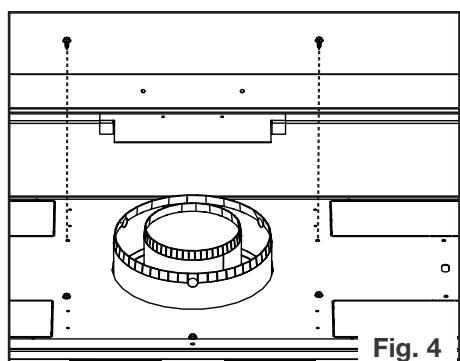

Fig. 4
4. Dévissez les attaches comme indiqué (**Fig. 4**). NE PAS DÉBRANCHER LES ATTACHES.